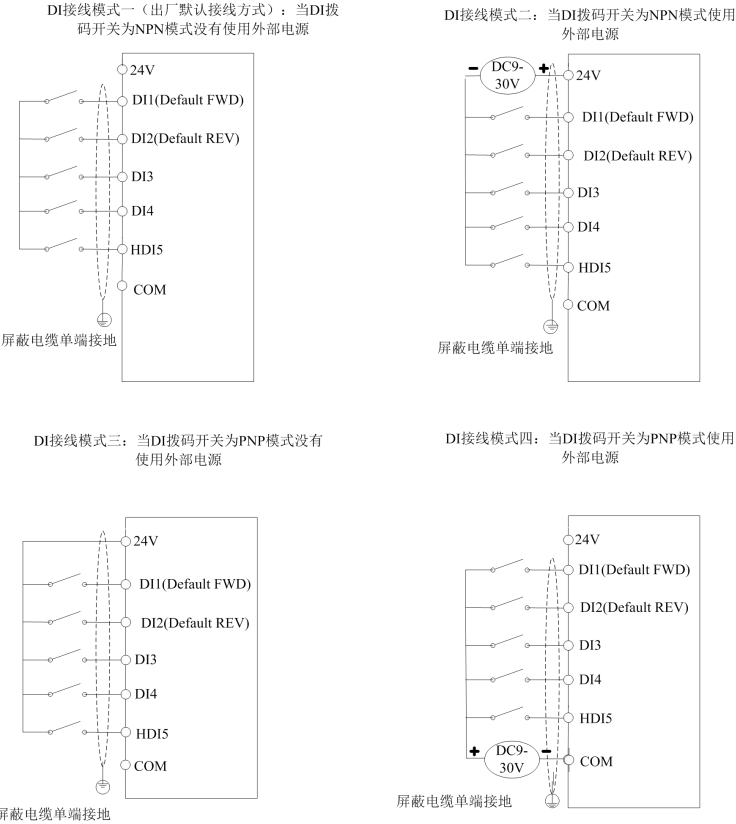

图3-3. 四种不同模式下数字输入端子接线图
- 具体见图3-3 CM530H-PLUS变频器塑胶结构穿墙式安装图。